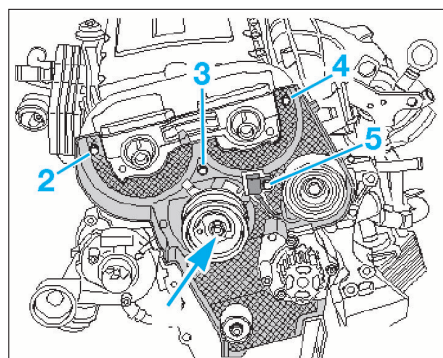
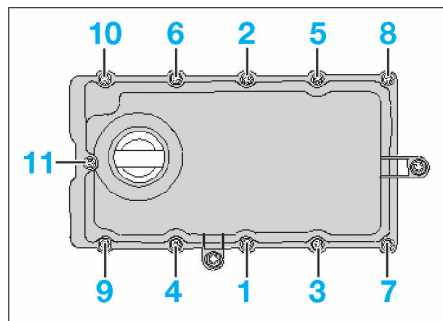

FIG. 63
FIG. 64
- Déposer (Fig.63) :
- les vis (2), (3), (4) et 5).
- Desserrer progressivement et dans l'ordre inverse du serrage prescrit les vis de fixation du couvercle (Fig.64).
- les vis (2), (3), (4) et (5).